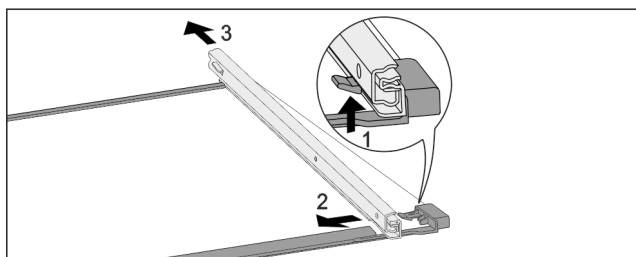

Fig. 180 Стеклянная пластина с направляющими
- ▶ Отожмите передний стопорный крючок вверх. Fig. 180 (1)
- ▶ Сдвиньте выдвижную направляющую в сторону Fig. 180 (2) и назад Fig. 180 (3).